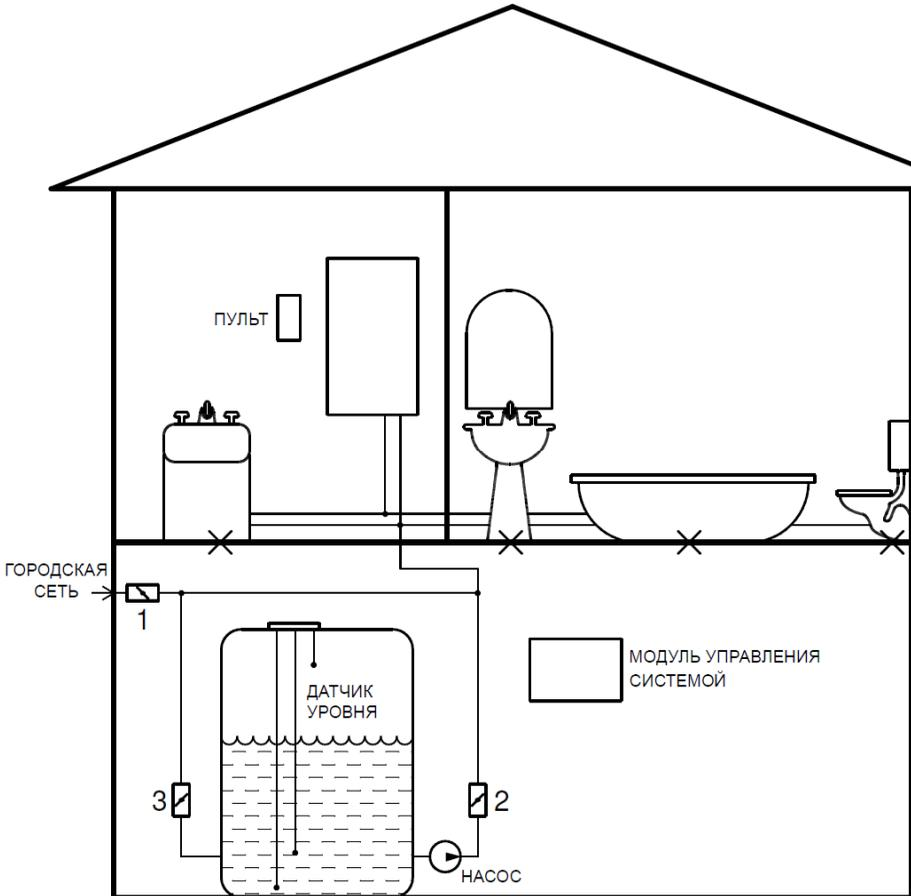

Рисунок 11. Вариант подключения системы 1.
Краны (1, 2, 3) устанавливаются как показано на рис. 11, датчики протечки (X) устанавливаются на полу в местах возможного скопления воды при авариях и протечках (в санузлах, на кухне, под раковинами, унитазами и т. п.), датчик уровня устанавливается внутри резервного бака.